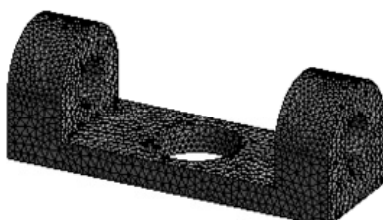

图 4.2.12 对网格参数进行初步修改后的结果
(1) 对网格参数进行初步修改。在“Details of ‘Mesh’”对话框 **Defaults** 区域的 ☐ **Relevance** 文本框中输入数值 100, 在 **Sizing** 区域的 **Relevance Center** 下拉列表中选择 **Fine** 选项, 在 ☐ **Element Size** 文本框中输入数值 10.0; 单击  **Update** 按钮, 此时网格结果如图 4.2.12 所示。